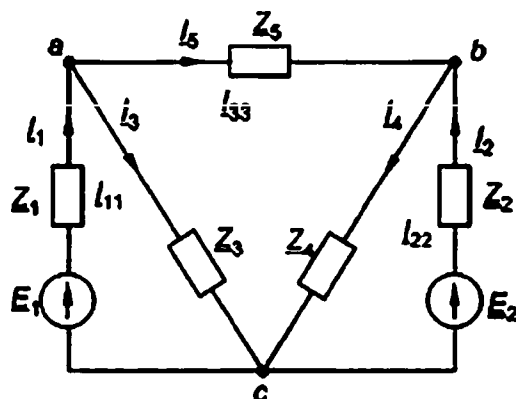

Рис. 1.49. Схема сложной электрической цепи
**Задача 1.** Необходимо рассчитать электрическую цепь (рис. 1.49). Известны величины сопротивлений  $Z_1, Z_2, Z_3, Z_4, Z_5$ , ЭДС источников напряжения  $E_1$  и  $E_2$ . Необходимо определить токи во всех ветвях.